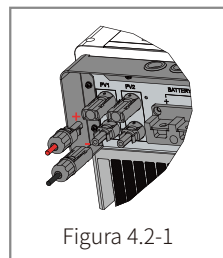

Figura 4.2-1
- **Collegamento batteria:** Controllare il collegamento tra l'inverter EM e la batteria: La polarità (+/-) non deve essere invertita (fare riferimento alla figura 4.2-1).